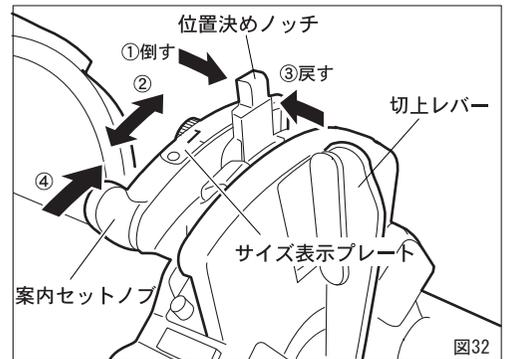
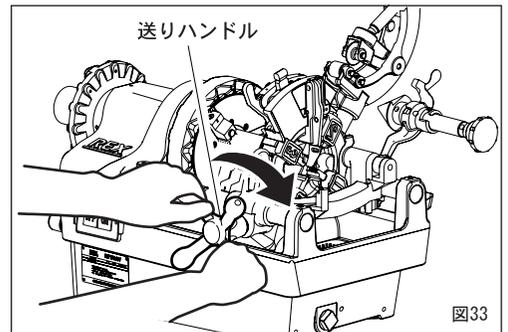

図32
図33
サイズ変更をする場合(図32)
1. 位置決めノッチを図32の矢印①の方向に倒す。
2. サイズ表示プレートに表示されている希望のパイプサイズに位置決めノッチを合わせる。(矢印②)
3. 位置決めノッチを矢印③の方向に倒しながら、ノッチの溝に位置決めピンをはめ込む。
- ②案内セットノブを矢印④の方向に止まるまで押し、ダイヘッドはセットの位置になります。スイッチを入れると、オイルはダイヘッドから自動的に注油されます。
- ③送りハンドルを時計方向に回して、パイプにダイヘッドを押しつけ、チェーザを食い付かせてください。(図33)
- ④ねじが3~4山切れればあとは自動的にねじが切れ、ねじが規定の長さになると、切上げレバーによりチェーザが自動的に開きます。
- ⑤送りハンドルを反時計方向へ回してダイヘッドをパイプから離します。